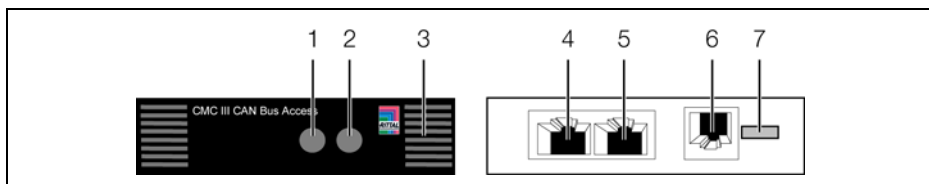

Рис. 3: Элементы индикации, штекеры и разъемы
Элементы управления и индикации показаны на рис. 3.
Обозначения на рис. 3
- Следующие блоки комплектующие могут быть подключены к соответствующим портам (рис. 3, поз. 6, 7).
- Соедините блок доступа CAN-Bus кабелем CAN-Bus с CMC III PU или соседними элементами в шине CAN-Bus (рис. 3, поз. 4, 5).